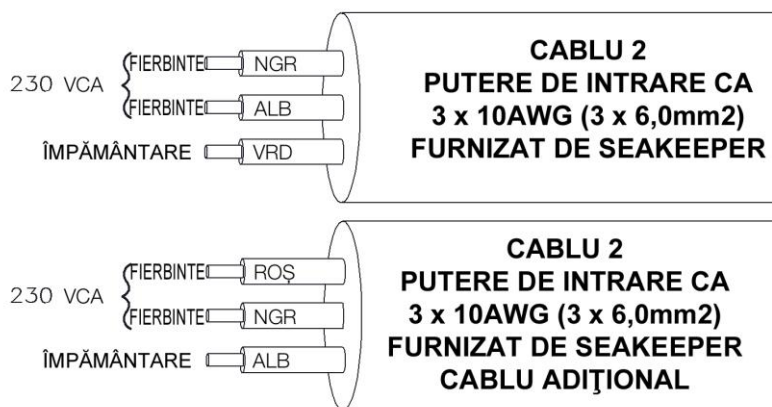

FIGURA 3 – CONEXIUNI DE CONDUCTOARE ALE CABLULUI 2 LA PANOUL DE DISTRIBUȚIE CA
- iii. Conectați conductoarele 230 VCA în CABLUL 2 la un Întrerupător de circuit de 20 Amperi bipolar la un panou de distribuție a energiei electrice CA în conformitate cu Figura 3 de mai sus.